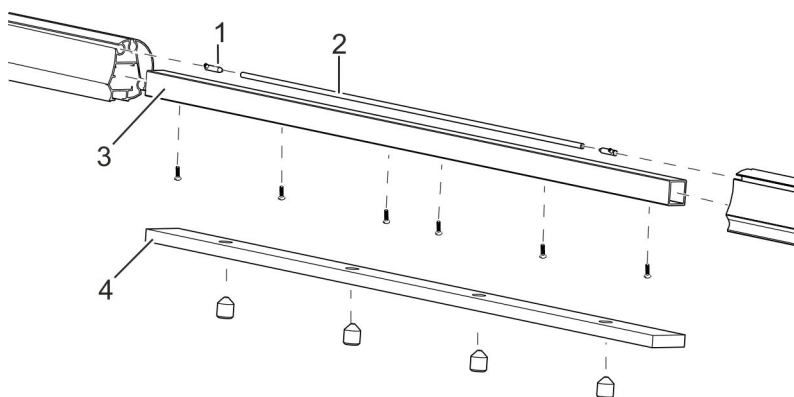

Abb. 24: Ausfallprofile koppeln
- 9.** ➤ Schlitztuch einhängen und mit den Tuchfeststellern (Abb. 24/1) fixieren.